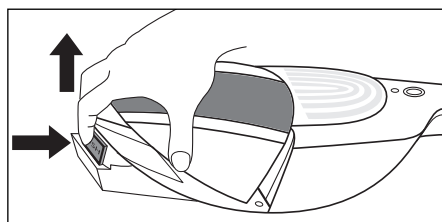

Fig. 3
- 2) Pressione o botão PUSH **6** e puxe o depósito de resíduos **9** simultaneamente para cima. Pode retirá-lo agora por cima/pela frente (fig. 3).